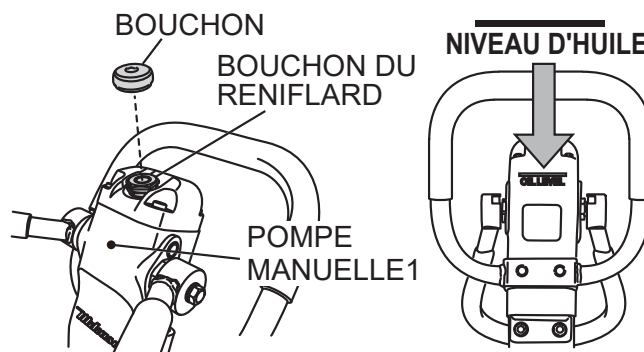

Figure 27. Démontage du capuchon/bouchon du reniflard
1. Avec la poignée en position verticale, enlevez le bouchon qui est sur la pompe hydraulique (Figure 27).
6. Verser de l'huile hydraulique (330 cm3) dans le trou du bouchon reniflard de la pompe hydraulique (Figure 27).